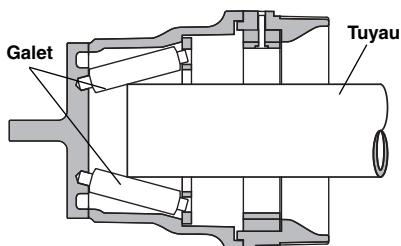

Figure 7A – Tuyau en position d'ébarbage externe
3. Tenez la perceuse fermement des deux mains, puis enfoncez l'outil de préparation sur l'extrémité du tuyau jusqu'à buter contre les rouleaux de l'outil (Figure 7A). Assurez-vous que l'extrémité de l'outil